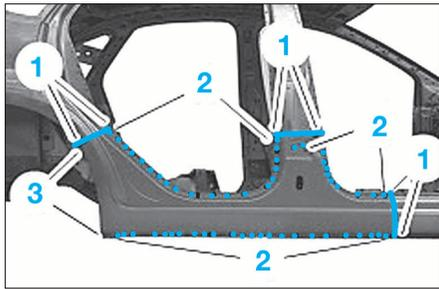

FIG. 43
- Couper de manière rectiligne le bas de caisse (1) (Fig.43).